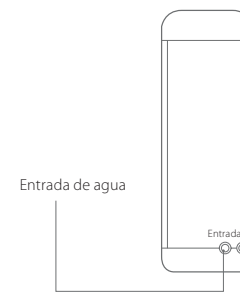

Figura 10.
6. Ubica el orificio de "Entrada" de agua detrás del Purificador. Específicamente el que se encuentra del lado izquierdo. (ver Figura 10).